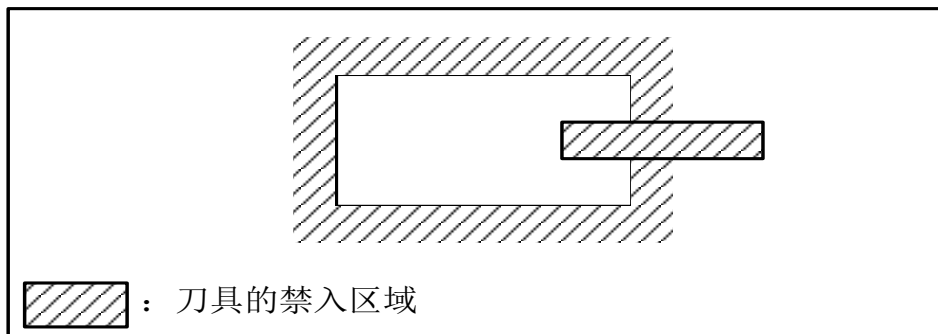

图 2-6-5 设置重叠的禁入区域
4) 刀具禁入区域的重叠: 禁入区域可以以重叠的方式设置。如图2-6-5所示。